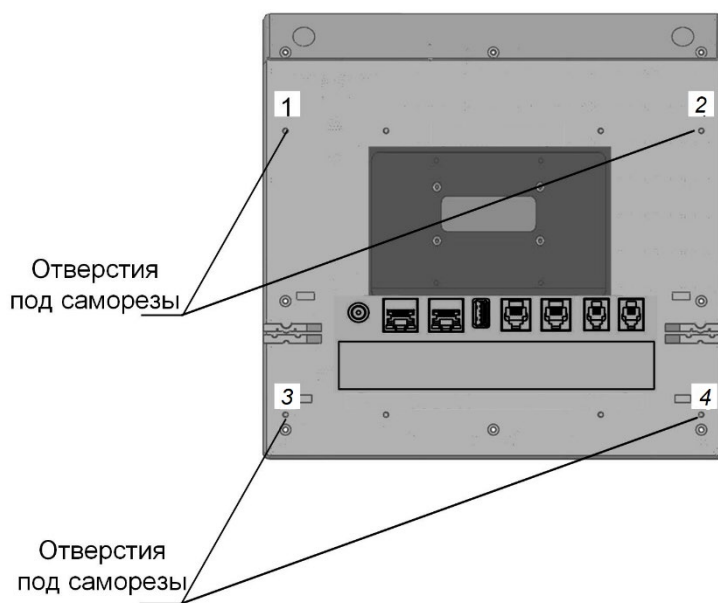

Рисунок E.3 – Отверстия для крепления TOP-DIS-IP2
В отверстия ((1), (2), (3), (4), см. рисунок E.3) на нижней стороне основания TOP-DIS-IP2 вворачиваются саморезы для пластика 3×8 мм из комплекта поставки таким образом, чтобы головка самореза не доходила до плоскости основания на 2-3 мм (см. рисунок E.4) после чего головки саморезов утапливаются в отверстия ((1), см. рисунок E.1), и движением вниз TOP-DIS-IP2 закрепляется на панели 7U. В случае люфта какой-либо стороны TOP-DIS-IP2 рекомендуется подтянуть на 1-2 оборота соответствующий саморез.